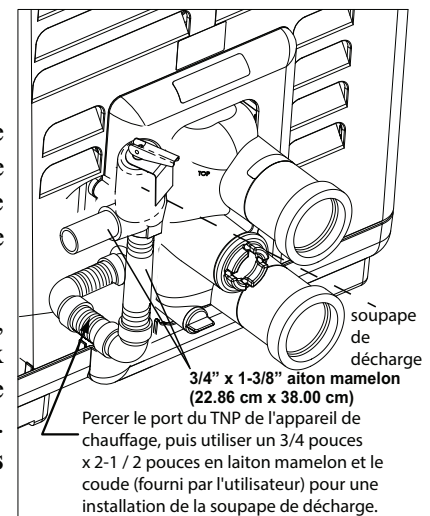

Figure 43.
Une soupape de surpression doit être installée à la verticale. Pour installer la vanne, utiliser un raccord en cuivre 3/4 de pouce. x 3,50 pouces. au niveau du collecteur, deux (2) coude et du mamelon (fourni), tel qu'illustré dans la Figure 43. Il est interdit de placer une soupape entre l'adaptateur du collecteur et la soupape de surpression.